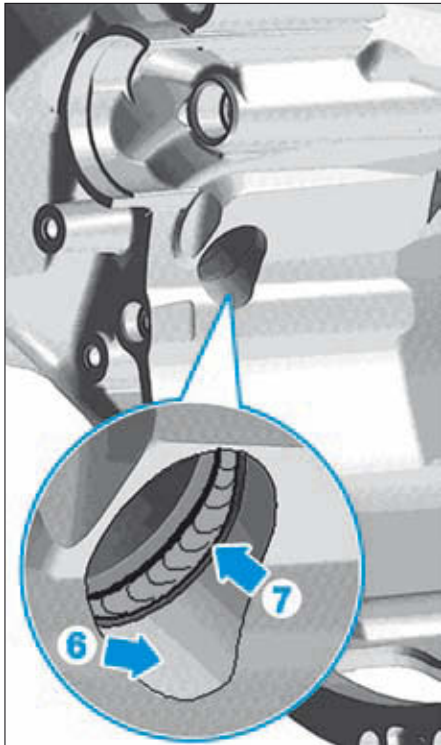

FIG. 9
- Nettoyer soigneusement l'arbre à bride gauche, le carter de boîte de vitesses dans la zone d'accès au différentiel (6) et le joint spi (7) (Fig.9).
- Remplir l'espace compris entre la lèvres d'étanchéité et la lèvres pare-poussière (Fig.9) à moitié de graisse étanche (par exemple VW G 052 128 A1).